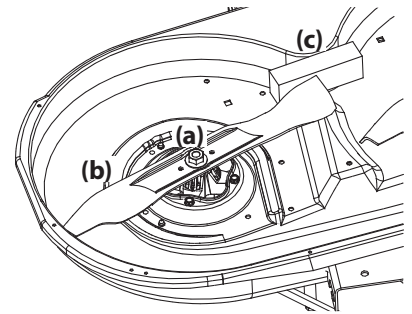

Figura 58
2. Use una llave de 15/16" para sostener la tuerca hexagonal en la parte superior del conjunto del husillo cuando afloje la tuerca hexagonal (a) que fija la cuchilla (b). Se puede colocar un bloque de madera (c) entre el alojamiento de la plataforma y el borde de corte de la cuchilla (b) para ayudar a aflojar la tuerca hexagonal (a) que fija la cuchilla. Consulte la Figura 58.